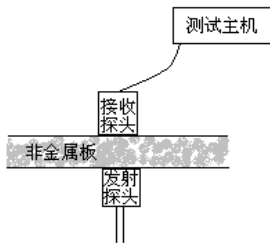

图 3-4 测试示意图
- ◇ 用接收信号线连接好接收探头和主机；再将发射探头连接杆连接到发射探头且打开探头开关，放到非金属板（楼板）下面；检测示意图如图 3-4，发射探头电源指示灯（简称指示灯）绿灯亮表示发射探头工作正常，指示灯红色或指示灯不亮时，表示发射探头电量不足，需要充满电后再使用。